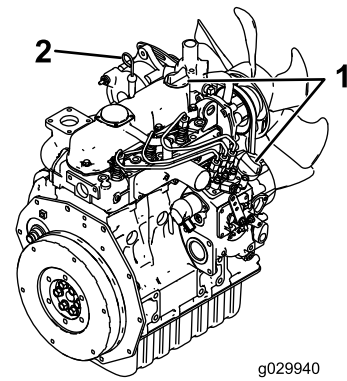

図 43
- キャップ兼ディップスティックの周囲をきれいに拭く 図 43。